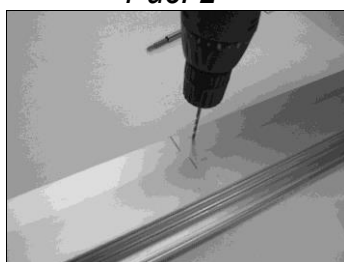

Рис. 5
Рис. 5 bis
- E. Просверлите отверстия сверлом надлежащего диаметра и установите передний кронштейн, плотно затянув винты (Рис. 5 и Рис. 5bis).